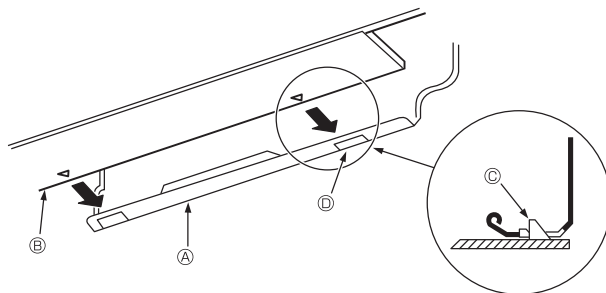

Fig. 3-10
3. Hängen Sie den oberen Teil der Innenanlage an die Montageplatte ①, während Sie die Kältemittelleitung und das Abflussrohr in die Wandöffnung (Türle) einführen.
5. Befestigen Sie die Innenanlage, indem Sie sie gegen die Montageplatte ① drücken. (Fig. 3-10)
* Vergewissern Sie sich, dass die Knöpfe unten an der Innenanlage sicher in die Montageplatte ① eingehängt sind.